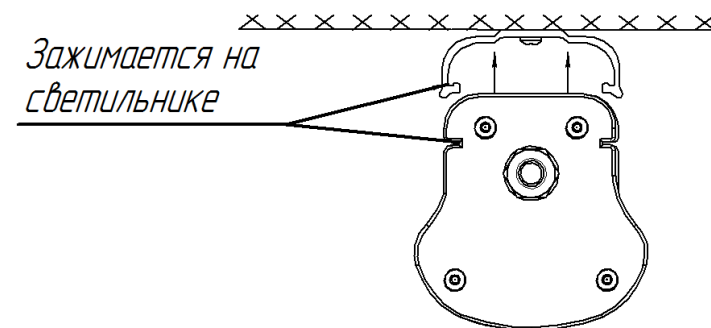

Рис. 3
2) Прикрепить светильник к креплениям, до щелчка (Рис. 3).